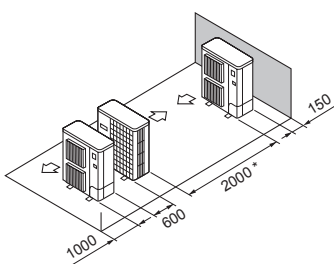

Fig. 2-17
- ⑤ Równoległa zabudowa pojedynczych jednostek zewnętrznych (Fig. 2-17)